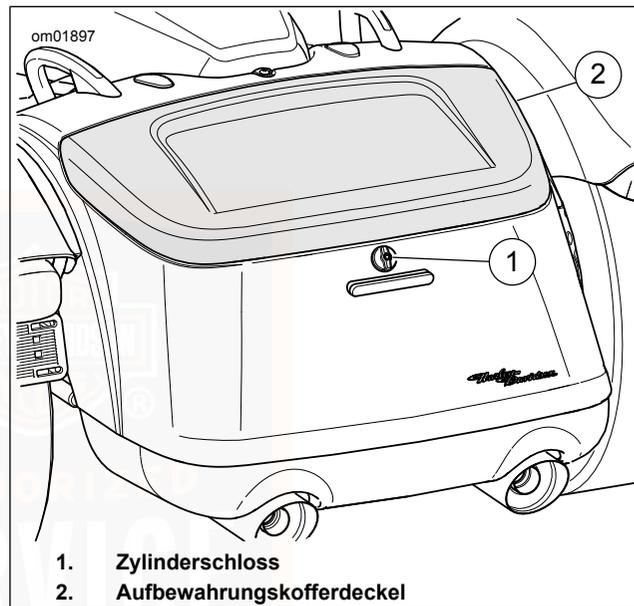

Abbildung 61. Aufbewahrungskoffer (FLRT/FLTRT)
- Siehe Abbildung 61 . Zum Entriegeln des Deckels das Zylinderschloss im Uhrzeigersinn drehen. Den Aufbewahrungskofferdeckel öffnen.